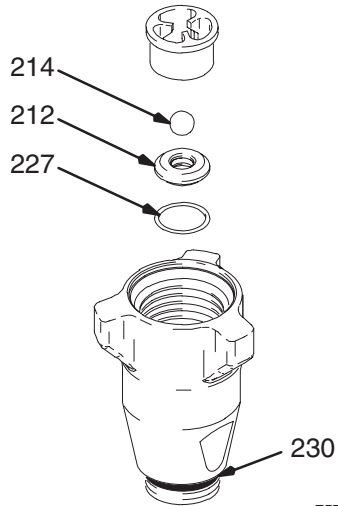

Fig. 23
Fig. 23. Saml indsugningsventilen med de nye O-ringe (227) og (230), sæde (212) og kugle (214). Sædet kan vendes om og anvendes på den anden side. Rengør sædet grundigt.